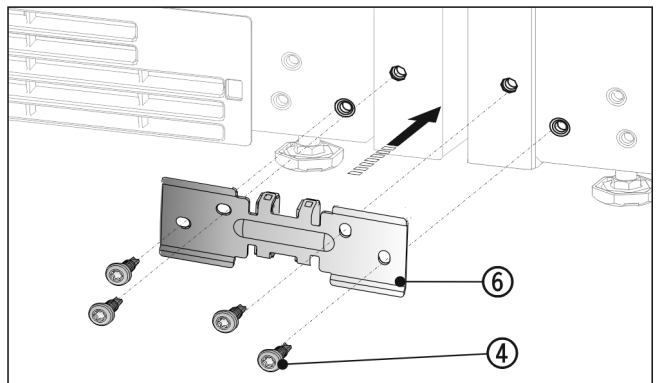

Fig. 17
- ▶ Winkel Fig. 17 (6) mit dem Distanzstück zwischen die Geräte schieben und mit 4 Schrauben Fig. 17 (4) lose anschrauben.